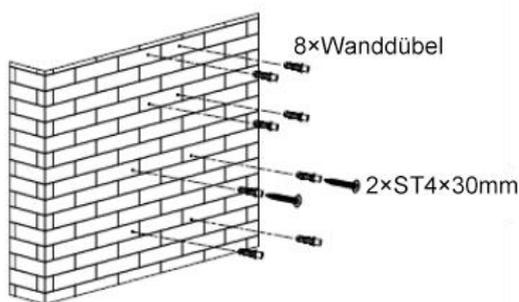

Bild 2
4. Nachdem Sie die Installationshöhe der Dunstabzugshaube bestimmt haben, bohren Sie acht $\phi 8$ Löcher und setzen Dübel für die Haube, die Innenkaminhalterung und das Sicherheitsloch entsprechend der Haubengröße ein und befestigen dann zwei ST4×30mm Schrauben an der Wand. Achten Sie darauf, dass die Dunstabzugshaube waagrecht ausgerichtet ist und ein Abstand von 2-3 mm zwischen den Schrauben und der Wand zum Aufhängen der Haube eingehalten wird. Siehe Bild 2.